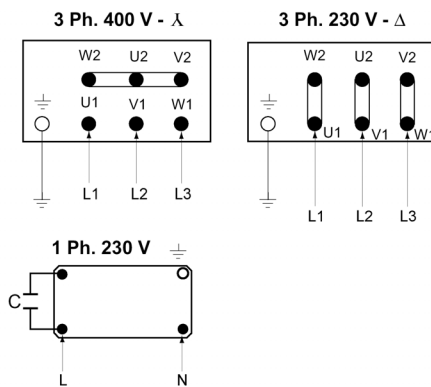

Fig. 3: alimentación eléctrica
- La alimentación eléctrica también se encuentra en la fig. 3.